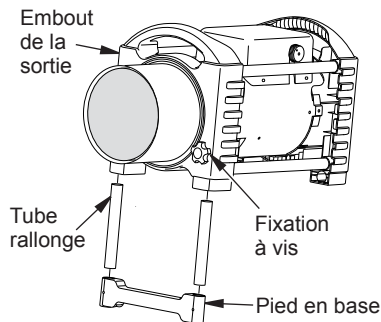

Figure 2 - Assemblage du pied
1. Insérez les tubes rallonge dans l'embout de sortie jusqu'à ce que le petit trou soit aligné sur le plus grand trou et soit visible de l'intérieur de l'embout (voir figure 2). Fixez les tubes rallonge avec les fixation à vis.